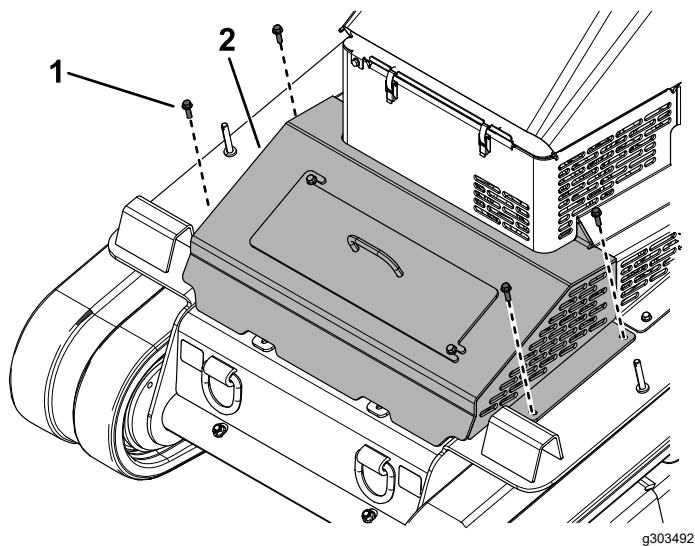

Figure 41
2. Retirez les 4 boulons qui fixent le couvercle à la machine (Figure 41).
1. Boulon (4)
3. Déposez l'ensemble couvercle (Figure 41).